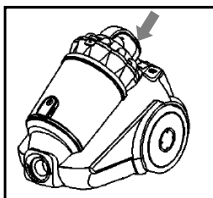

Fig. 4
- Desligue o aspirador da rede, em seguida, anexar o tanque pela alça, pressione o botão de ejeção do tanque (L) e puxe-o para cima (Fig. 4).